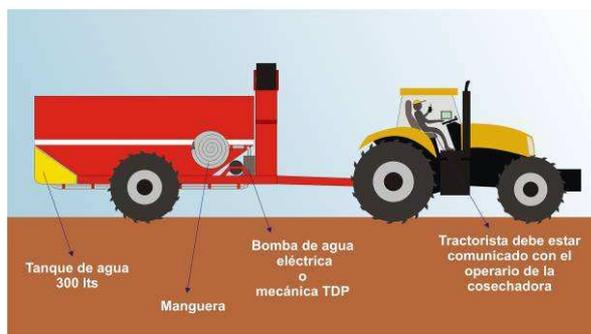

Figura 5. Propuesta de INTA PRECOP II de tolva equipada con tanque de agua y sistema de bombeo para apagar incendios primarios.
- 7- Equipar acoplados tolvas con un tanque de 300 litros de agua con una bomba eléctrica de 12 vol. o mecánica a la Toma de Potencia, dado que el operario tolvero puede ser la primera persona que observe y detecte el incendio, siempre estará cerca de la cosechadora, como un bombero en tiempo real que disponen las cosechadas (Figura 5).